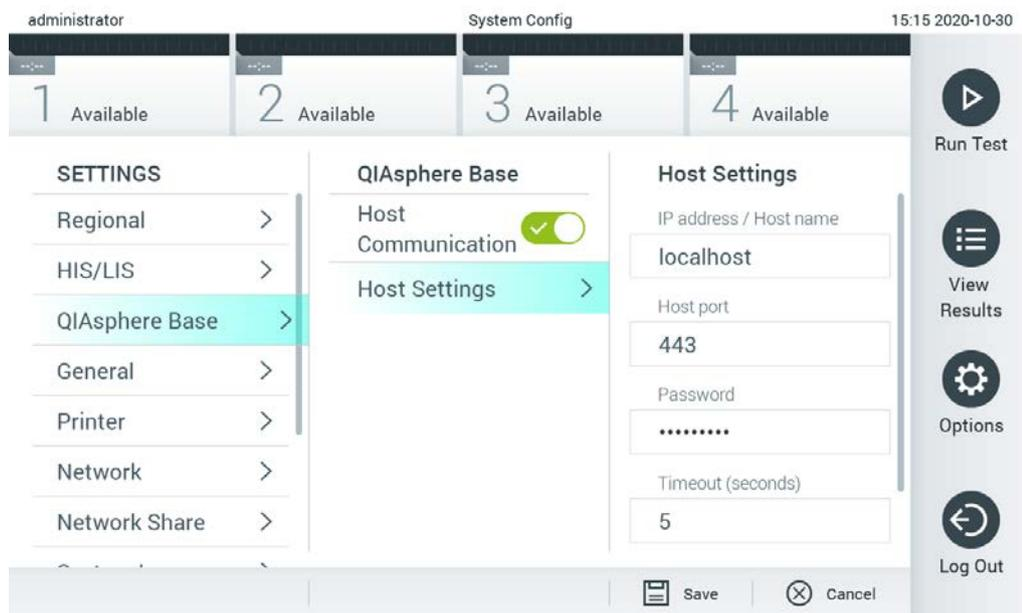

Figure 72. Configuration de la connexion de QIASphere Base.
2. Sélectionnez QIASphere Base dans la liste des paramètres dans la colonne de gauche (figure 72).